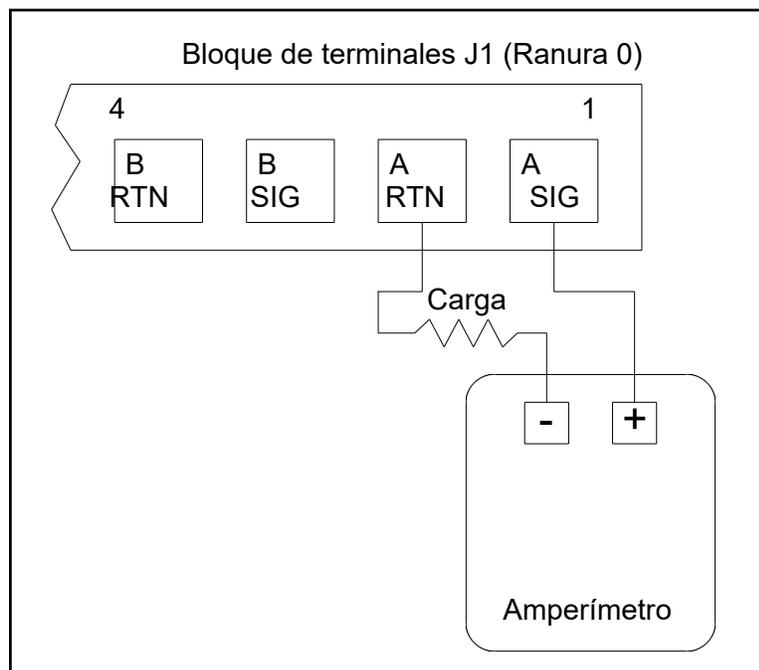

Figura 1: Conexión del amperímetro (salida A)
Prepárese para la calibración insertando un amperímetro en serie con la carga en la salida deseada. Consulte la *Figura 1* a continuación y la *Figura 4* en la página 10 para identificar los pines **OUT(+)** y **RTN(-)** de la salida deseada.
**IMPORTANTE:** El procedimiento para calibrar la salida **B** es idéntico al de calibrar la **salida A**. Sin embargo, cuando calibre la **salida B**, asegúrese de volver a conectar el amperímetro en el bloque de terminales **J1**. Consulte la Figura 1 en la página 2 para ver los números de patilla correctos.